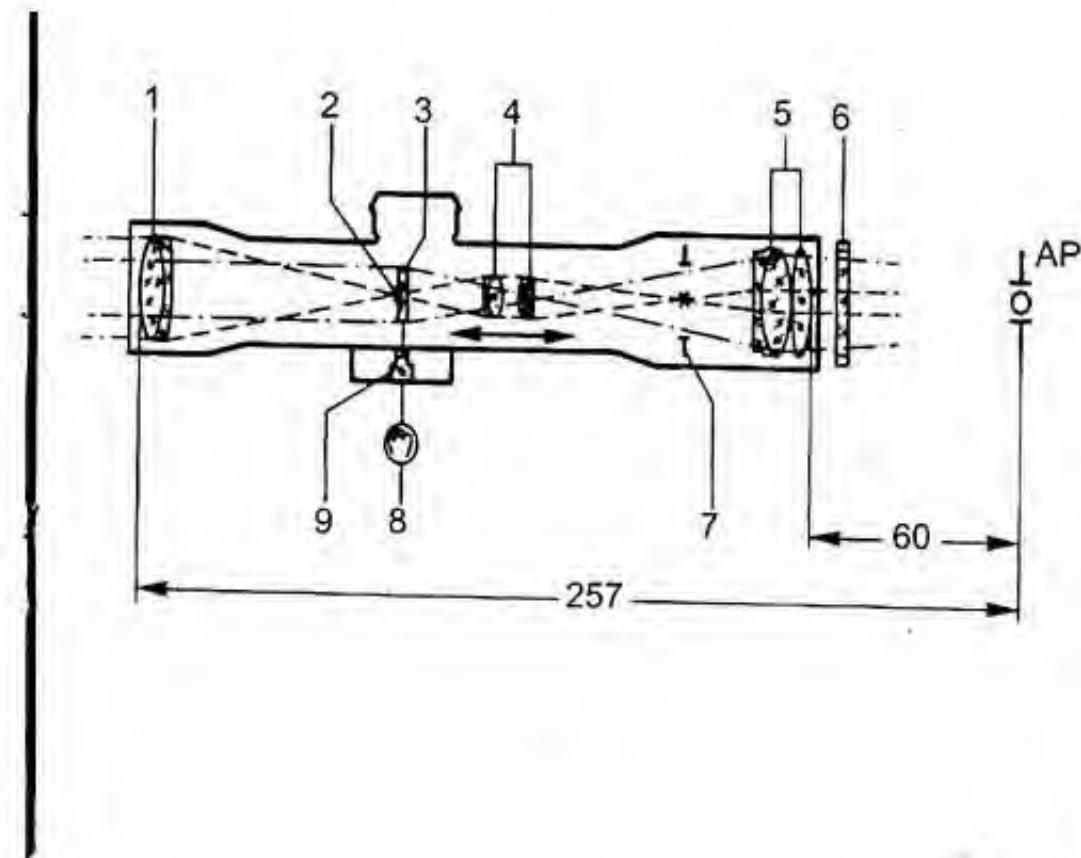

Fig. 3 FERO-Z 24
1.5.3 Mechanical Structure (Fig. 3)